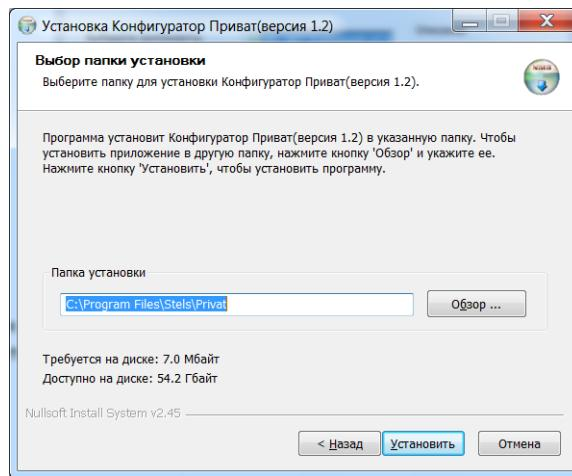

Рис. 5.2. Выбор пути
3. В следующем окне (рис. 5.2) задайте путь к папке установки программы *Конфигуратор Приват* (рекомендуется использовать путь, указанный по умолчанию) и нажмите кнопку *Установить*.